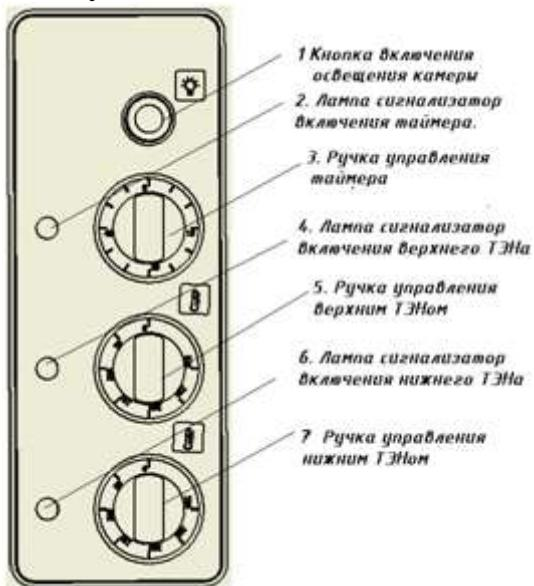

Рисунок 3
5.6. На духовке с правой стороны расположена панель управления (рис.3), где расположены ручки управления верхним и нижним ТЭНом, ручка управления таймером, сигнальные лампы, кнопка включения освещения камеры.
8.6. Перед приготовлением пищи духовку необходимо прогреть. Для этого ручку терморегулятора установить на температуру 150-180°С. Включение верхних и нижних нагревателей духовой камеры производится двумя соответствующими ручками (см. рис.3,4) расположеннымми на панели управления духовкой. По достижении установленной температуры терморегулятор отключает нагреватели, о чем свидетельствует первое отключение сигнальной лампы. При приготовлении пищи необходимо уточнить рекомендуемую температуру и при последующем приготовлении терморегулятор можно установить на более высокую или низкую температуру, если качество первой было неудовлетворительным.
8.7. При выпечке для удобства можно использовать таймер. Для включения таймера нужно повернуть ручку управления таймера поз.3 рис3 или поз. 4 рис.4 по часовой стрелке до нужного времени выпечки, при этом загорится лампа сигнализатор включения таймера поз.2 рис.3 или поз.3 рис.4, по истечении установленного